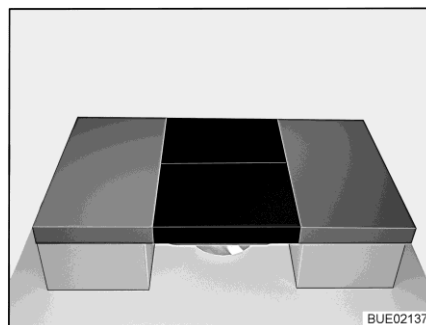

Fig. 166 Dopo la trasformazione
- Posizionare due cuscini aggiuntivi sul tavolo (vedi Fig. 166).